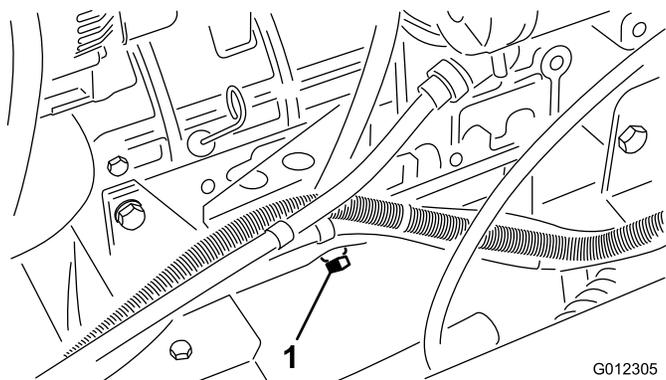

Figura 31
1. Retire o tampão de escoamento (Figura 31) e deixe o óleo escorrer para um recipiente adequado.